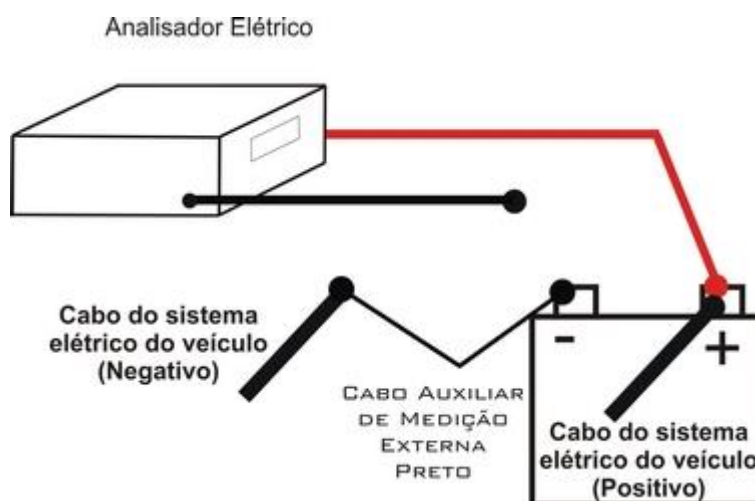

Fig. 02
- II. Desconecte o cabo negativo do sistema elétrico da bateria (o sistema elétrico do carro deverá permanecer ligado através do cabo auxiliar preto – ver **fig. 02**);